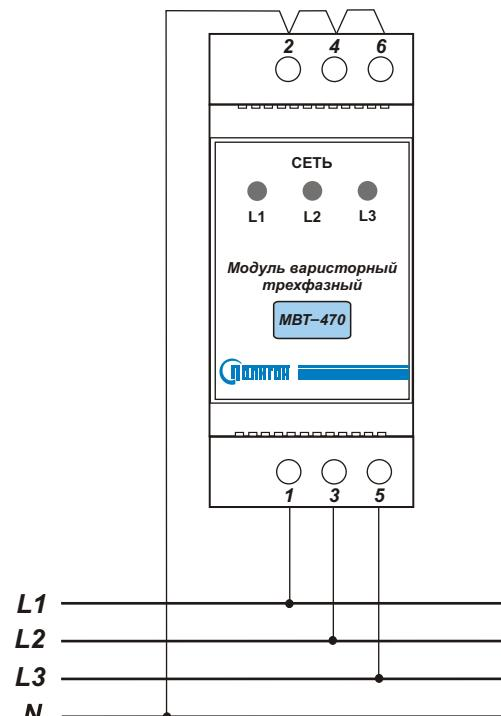

Рис.1. Типовая схема подключения МВТ-470
4.3 Произвести подключение блока параллельно трехфазной сети согласно маркировке (Рис.1.):